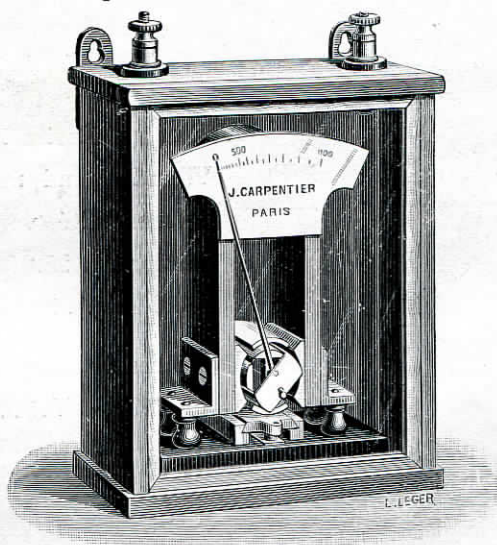

FIG. 27
**Voltmètre électrostatique J, Carpentier** (*figure 27*).